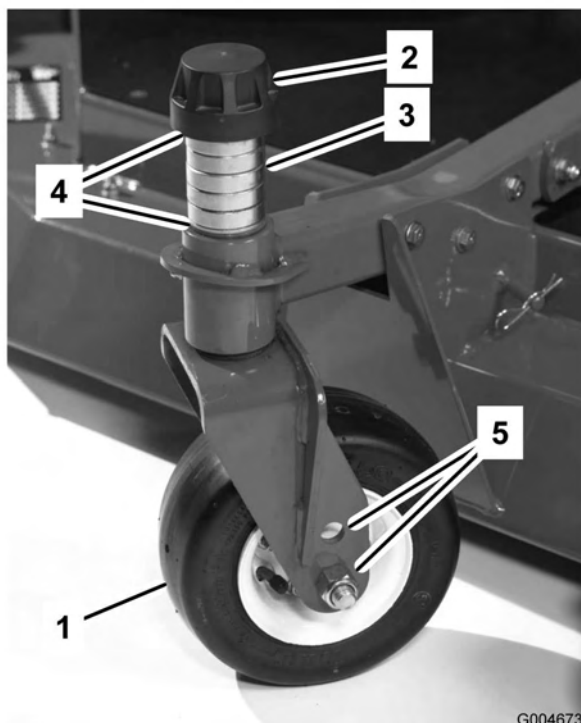

Bild 14
- Entfernen Sie die Spannkappe von der Spindelwelle (Bild 14) und ziehen die Spindel aus dem Laufradarm heraus. Ziehen Sie zwei Beilagscheiben (3 mm) so auf die Spindelwelle, wie sie ursprünglich montiert waren. Diese Beilagscheiben sind erforderlich, um alle Mähwerke über die Breite auf ein Niveau zu bringen. Ziehen Sie die erforderliche Anzahl von 12-mm-Distanzstücken (siehe die nachstehende Tabelle) auf die Spindelwelle, um die gewünschte Schnitthöhe herbeizuführen; ziehen Sie dann die Scheibe auf die Welle auf.